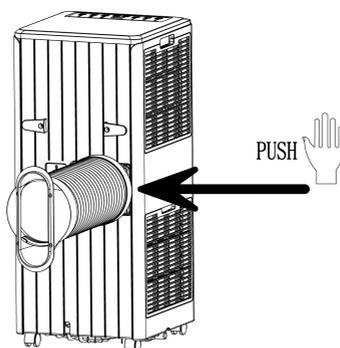

Figura 1
- 2) Inserte el conjunto del tubo de calor (el extremo de la junta de escape) en la ranura de la abertura del panel trasero (empuje hacia la izquierda) y complete el montaje (tal y como se muestra en la figura 1).